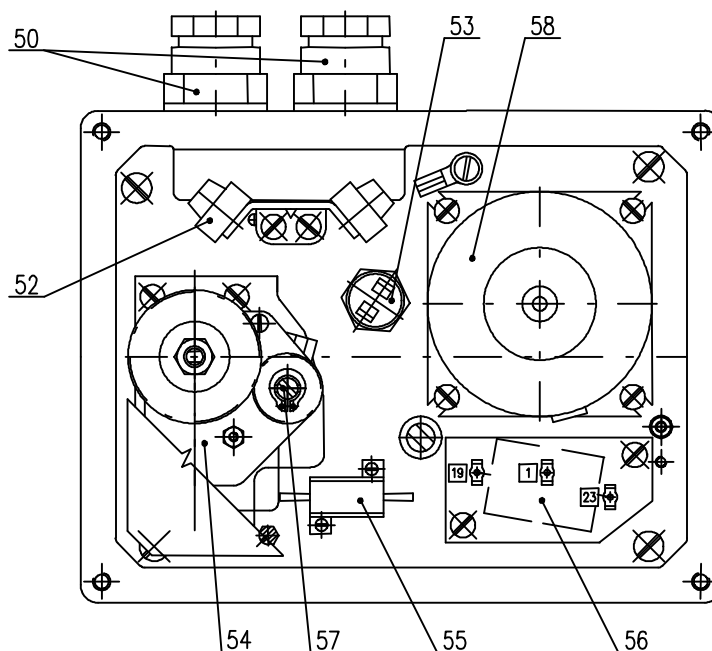

Рис.1
Управляющая часть (Рис. 1) размещена на доске управления, которая содержит: электродвигатель (58) с конденсатором (56) узел положения и сигнализации (54) с датчиком положения (57) (сопротивления, емкостный или электронный датчик положения) и с механическим местным указателем положения нагревательное сопротивление (55) с термическим выключателем (53) электрические присоединение с помощью клеммной колодки (52) (размещенных в пространстве управления) и кабельных концевых втулок (50).